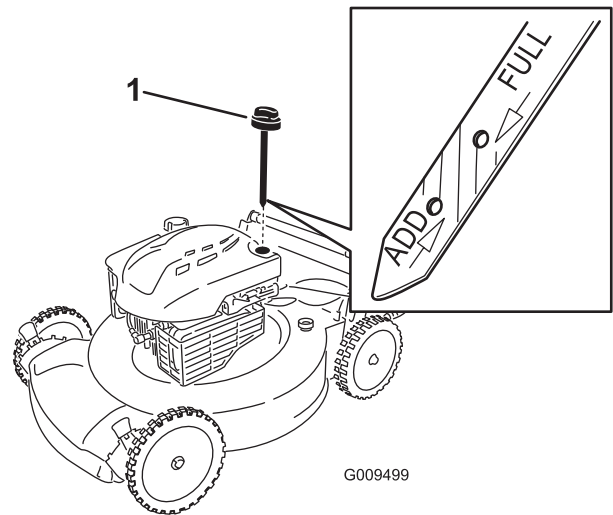

Bild 22
6. Nehmen Sie den Ölpeilstab aus dem Öleinfüllstutzen (Bild 22).